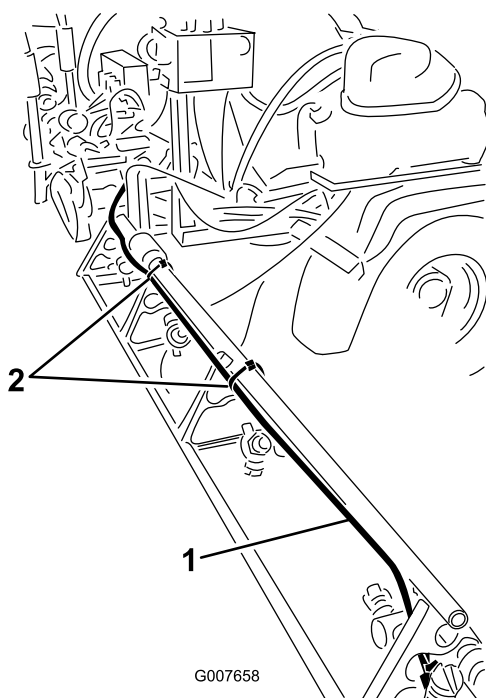

Figura 7
- A. Na rampa direita, instale o tubo de espuma ao longo do lado traseiro do pólo do suporte superior (Figura 7).